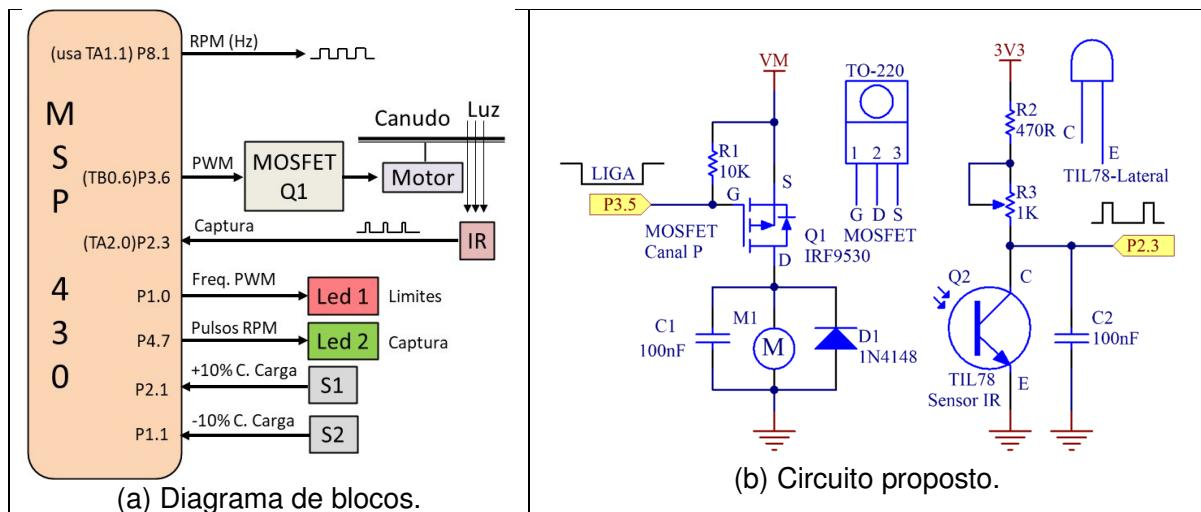

Figura 7.51. Diagrama de blocos da solução sugerida e uma proposta para o circuito elétrico.
**ER 7.16.** No ER 7.12 preparamos um ambiente simples para controlar a velocidade de rotação de um motor DC. Agora vamos propor um aperfeiçoamento, que exigirá um pouco de habilidade mecânica do leitor. A sugestão é a de prender no eixo do motor um pedaço de canudo plástico, desses que estão proibidos, de forma a projetar sombra sobre um sensor de luz infravermelha, preso ao corpo do motor. Cada vez que o sensor for sombreado, é porque o canudo está passando sobre ele. O intervalo entre dois sombreamentos consecutivos corresponde ao tempo de meia volta. O anexo M apresenta este mesmo exercício, mas de uma forma muito mais sofisticada. A Figura 7.51 dá uma boa ideia da montagem.
Figura 7.51. Ilustração do motor DC com um canudo preso ao seu eixo e do sensor de luz infravermelho fixado no corpo do motor, logo abaixo do plano de rotação do canudo.